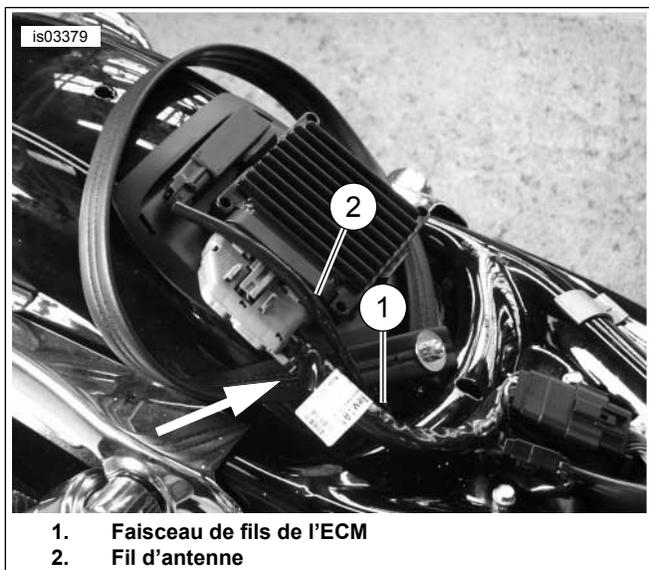

Figure 5. Acheminement de la sangle de maintien sous les fils (2007 à 2009)
2. Voir Figure 5. *Modèles de 2007 à 2009* : Acheminer la sangle de maintien sous le faisceau de fils de l'ECM (1) et le fil d'antenne (2). Il est important d'acheminer la sangle de maintien **sous** le faisceau de fils et le fil d'antenne pour qu'elle n'interfère pas avec le câblage. Si la sangle de maintien est acheminée au-dessus des fils, le contact peut se produire lorsque la selle est complètement installée. *Tous les autres modèles* : Faire une boucle avec la sangle de maintien autour du dessus du garde-boue arrière.